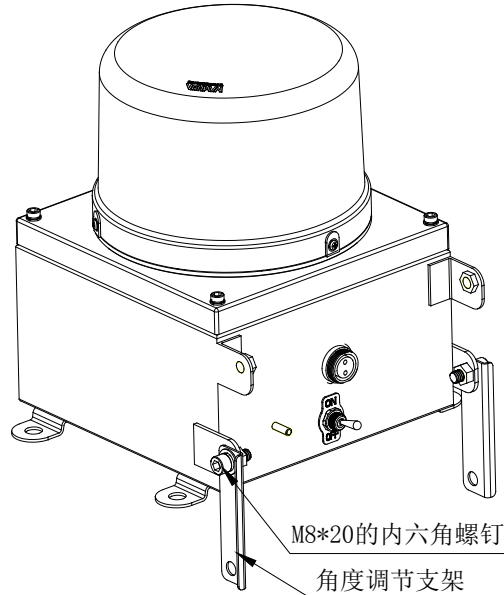

图 1
- 用 M8 的内六角扳手松开机箱上 M8X20 的内六角螺钉，角度调节支架可以自由旋转；如下图 1 所示：